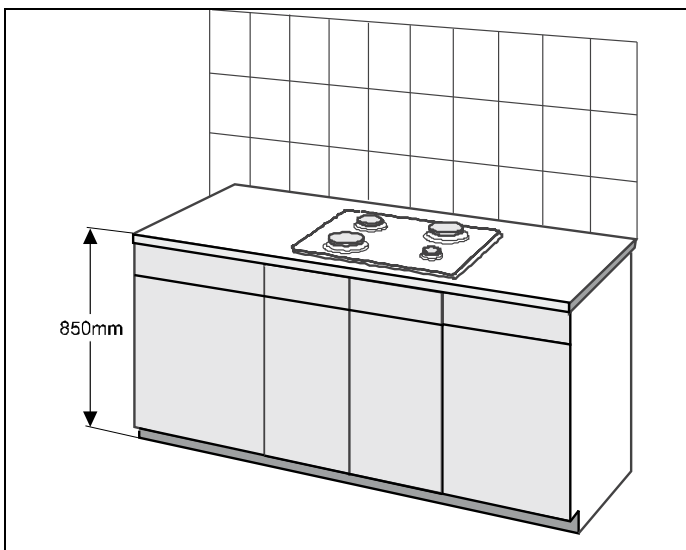

Fig.2
3. El aparato deberá instalarse en la mesa de trabajo de altura no mayor a  $850 \text{ mm}$ . La pared adyacente a la placa estará hecha de materiales incombustibles (fig. 2).